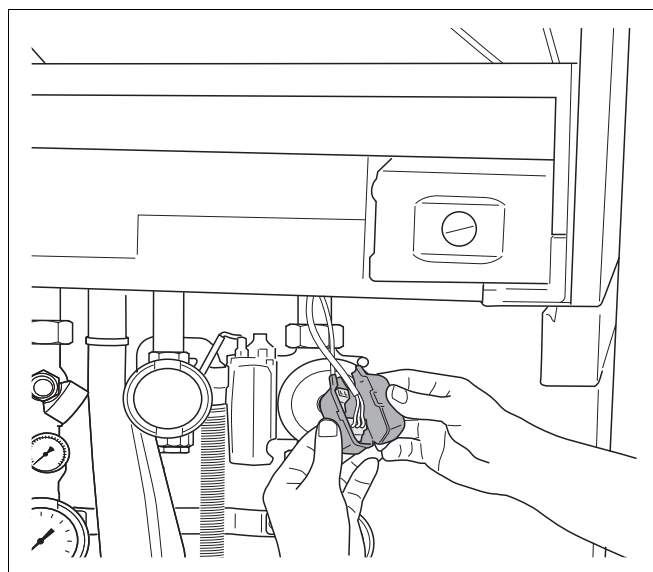
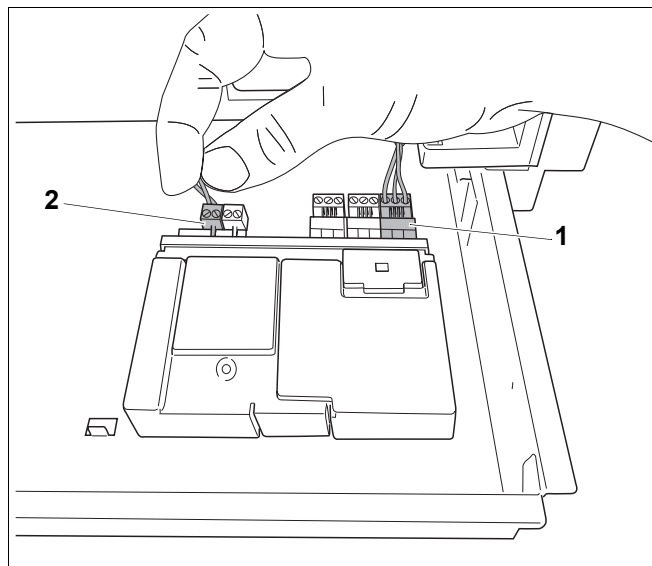

Bild 48 Ta bort skyddskåpan
Bild 49 Koppla samman moduler med varandra
- Ta bort skyddskåpan från de båda lediga kontakterna på funktionsmodulens anslutningskablar (bild 48).
- Anslut den lediga 230 VAC-nätkabeln (bild 48) till modulen (bild 49, pos. 1). Om flera moduler används kan 230 VAC-matningen till den andra modulen avgränsas från den första modulen. Använd då kabeln som levereras med modulen.
- Anslut den lediga kontakten på anslutningskabeln på EMS-bussen (bild 49) till den första modulen (bild 49, pos. 2).